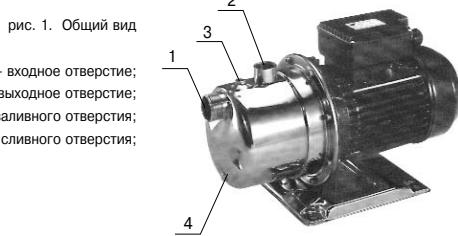

рис. 1. Общий вид
Электронасос (рис.1) предназначен для перекачивания чистой воды из колодцев, скважин и открытых водоемов (при температуре окружающей среды не ниже +10°C).
2. Присоединить всасывающую трубу с обратным клапаном к входному отверстию 1 (см. рис.1)